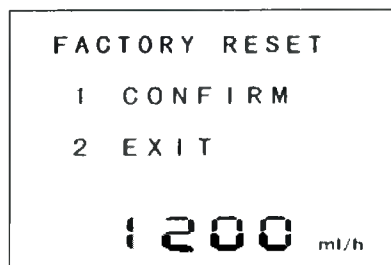

Рис. 27 – Экран возвращения к ручным настройкам
3. Нажмите **ENTER SET**, чтобы войти в меню **FACTORY RESET** (Рис. 27).